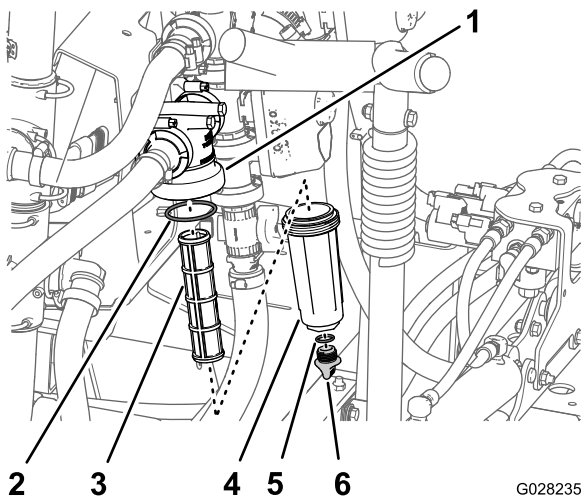

图94
2. 在压力式滤清器下放置一个排放盘图94。
3. 逆时针旋转排油塞然后将其从压力式滤清器的油碗中取出图94。
4. 逆时针旋转油碗然后将其从滤清器头中拿出图94。
5. 拆下旧压力式滤清器的滤芯图94。
6. 检查排油塞的O形圈在油碗内侧和油碗的O形圈在滤清器头内侧是否有磨损和损坏图94。
7. 将新的压力式滤清器滤芯安装到滤清器头中图94。
8. 将油碗安装到滤清器头上并用手拧紧图94。
9. 将塞子插入油碗并用手拧紧图94。